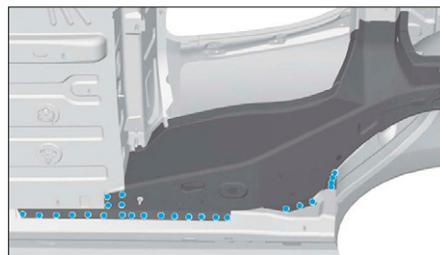
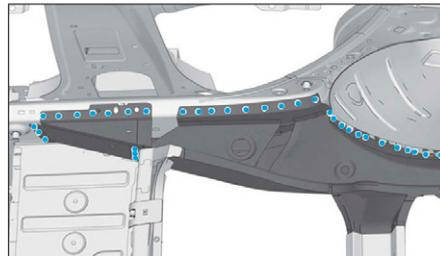

FIG. 221
FIG. 222
- Souder par points bouchons MAG (Fig.221) et (Fig.222).